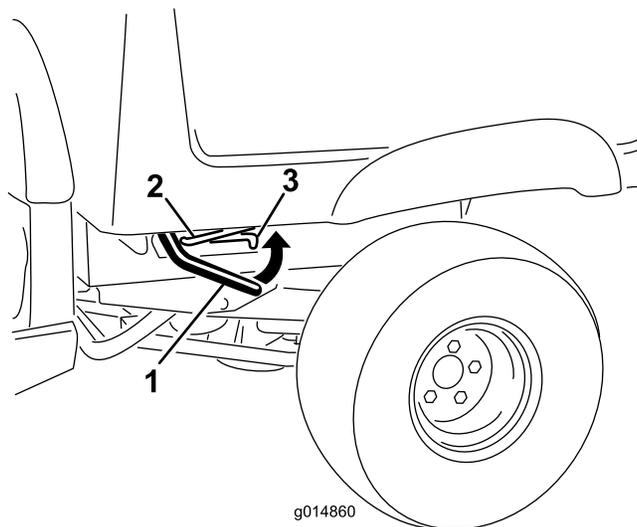

Figure 12
1. Levez le levier de chaque côté du plateau et relevez le plateau (Figure 12).
2. Placez la béquille de maintien dans la fente de verrouillage pour bloquer le plateau en position (Figure 12).